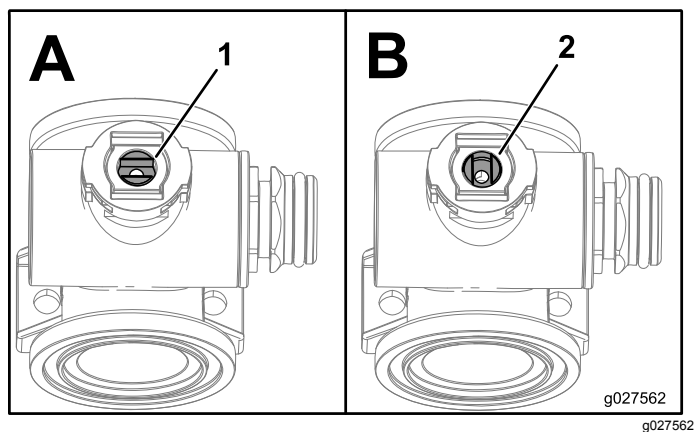

Figura 113
1. Posicione a haste da válvula para que fique na posição fechada (Figura 113 B).
3. Rode a haste da válvula para que a esfera fique na posição aberta (Figura 113 A).